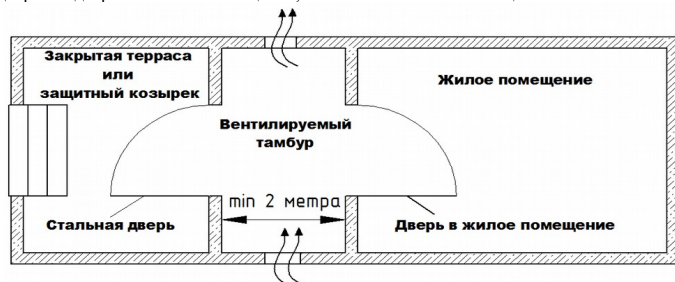

Рис. 1
6.1.1 Оборудовать закрытую террасу или защитный козырек с уличной стороны двери, шириной не менее 1800 мм и вылетом от стены не менее 1500 мм, установленного на высоте не менее 2250 мм от порога двери (рис.1).
6.1.2 Оборудовать вентилируемый тамбур глубиной не менее 2 м за входной стальной дверью с внутренней стороны установив там вторую дверь - вход в жилое помещение, которая минимизирует попадание влаги изнутри жилой зоны в зону входной двери (рис.1).
8.5.1. Устанавливать дверной блок в качестве входного с улицы без обязательного оборудования закрытой террасы или защитного козырька с уличной стороны двери, шириной не менее 1800 мм и вылетом от стены не менее 1500 мм, установленного на высоте не менее 2250 мм от порога двери (рис.1).